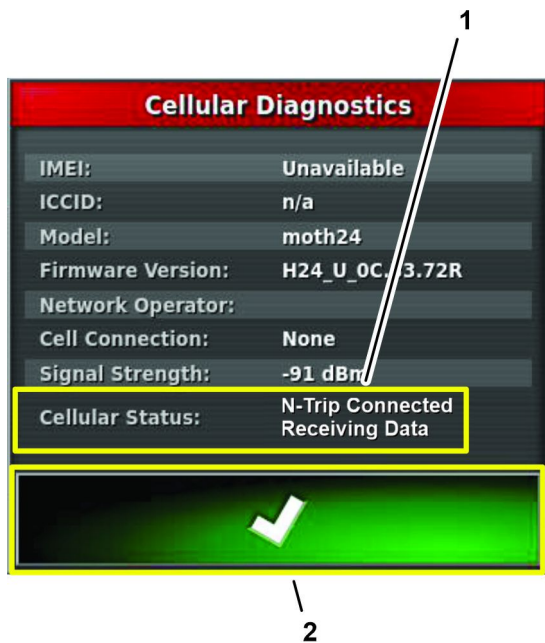

Рисунок 168
4. Нажмите значок CELL DIAGNOSTIC (ДИАГНОСТИКА СОТОВОЙ СВЯЗИ) и проверьте, чтобы поле состояния сотовой связи показывало N-TRIP CONNECTED RECEIVING DATA (N-TRIP ПОДСОЕДИНЕНО, ИДЕТ ПРИЕМ ДАННЫХ) (Рисунок 168).